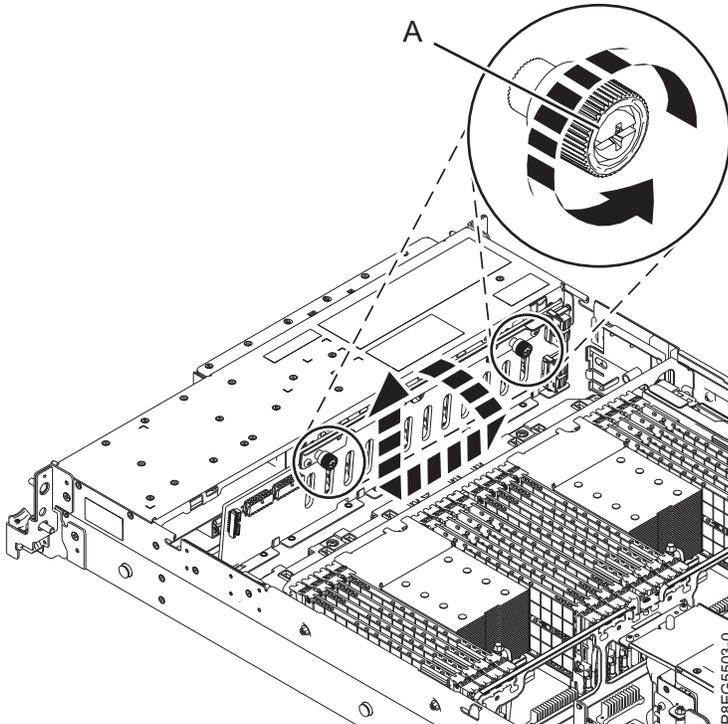

Abbildung 5. Plattenlaufwerksrückwandplatine ausbauen
7. Lösen Sie vorsichtig die Rändelschrauben (**A**) der Plattenlaufwerksrückwandplatine, bis sie vollständig lose sind (wie dargestellt in Abb. 5 auf Seite 8).
8. Neigen Sie die Plattenlaufwerksrückwandplatine in die in Abb. 5 auf Seite 8 angegebene Richtung und schieben Sie sie anschließend so zur Seite, dass die Aussparungen der Rückwandplatine von den Laschen im Chassis entfernt werden.